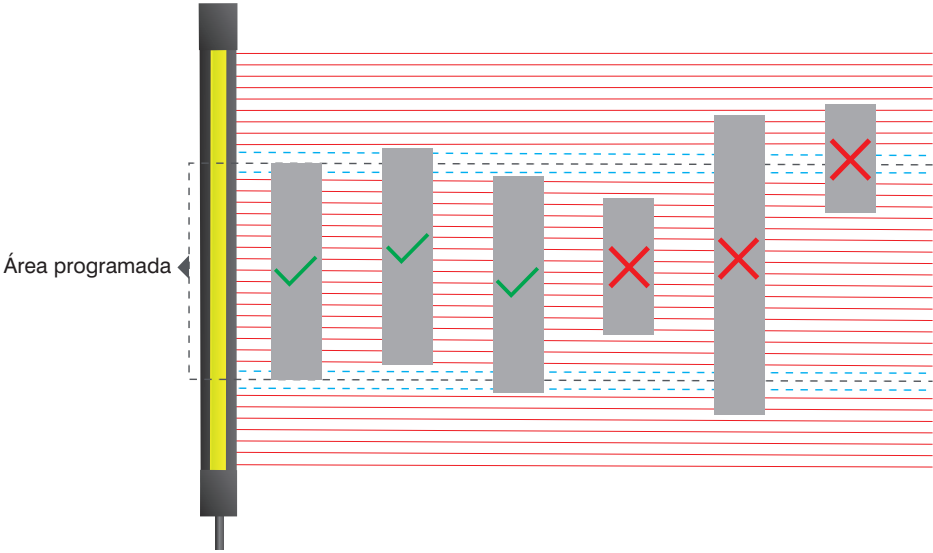

Figure 24: Movimiento del objeto permisible con blanking fijo con tolerancia del borde
- Los siguientes movimientos de objetos están tolerados, si bien son mutuamente excluyentes (consulte Figure 24):
- La distancia entre dos áreas ocultas dependerá de su movimiento dentro del campo de protección (Figure 24):